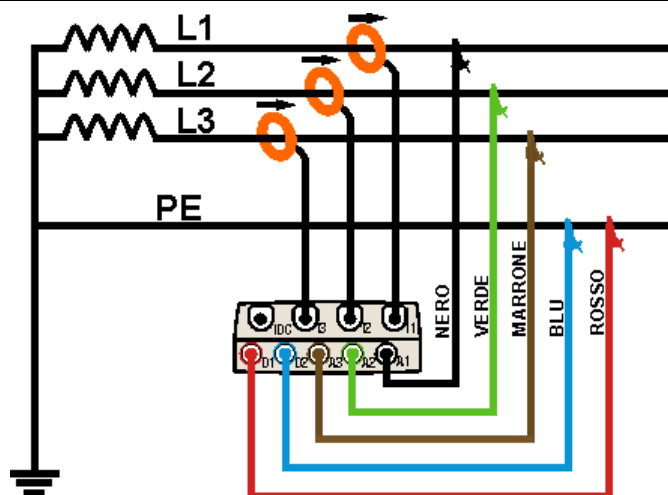

Fig. 238: Ligação do instrumento num Sistema Trifásico 3-fios
2. Ligar os cabos de medida da tensão aos condutores de Fase L1, L2, L3 e Terra respeitando as cores como se mostra na Fig. 238. **Verificar no display la indicação “123” relativa ao sentido cíclico Correcto das fases** (consultar o § 5.2.4) e efectuar as devidas correcções.
3. Ligar as pinças de corrente aos condutores de Fase L1, L2, L3 como se mostra na Fig. 238 **respeitando o sentido da seta** presente na referida pinça que indica a direcção convencional da corrente que gera a carga. **Verificar sempre, nos ecrãs da secção Visualização das Medições, se as Potências Activas P1, P2, P3 são sempre positivas e se os factores de potência Pf1, Pf2, Pf3 estão em correspondência com a carga, normalmente indutiva**, antes de activar uma gravação. No caso de valores negativos das Potências activas rodar a pinça 180° nos condutores em questão.